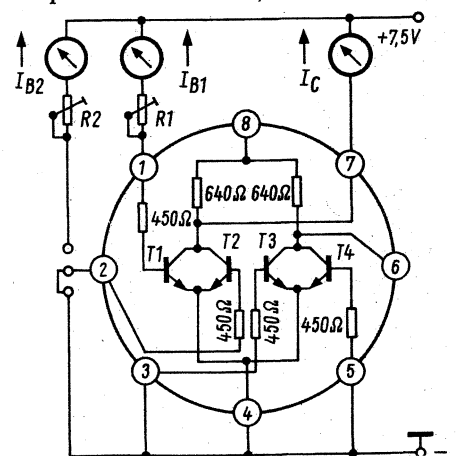

Bild 2. Prüfschaltung zum Aufnehmen der wichtigsten Kenndaten
Man kann die Transistoren T 1 bis T 4, wenn man sie einzeln untersucht, wie npn-Siliziumtransistoren behandeln. Die wichtigsten Kenndaten und Kennlinien kann man daher mit der Prüfschaltung Bild 2 ermitteln. Wird beispielsweise der Transistor T 1 untersucht, so sind alle Basisanschlüsse der übrigen Transistoren auf Emitterpotential zu bringen. In unserem Beispiel wurde für den Transistor T 1 ein Kollektorstrom von  $I_C = 10 \text{ mA}$  bei einem Basisstrom von  $I_{B1} = 0,08 \text{ mA}$  ermittelt. Hieraus ergibt sich eine Stromverstärkung für T 1 von
In der Prüfschaltung (Bild 2) kann man die beiden Transistoren T 1 und T 2 auch über die mit den veränderlichen Widerständen R 1 und R 2 einstellbaren Basisströme  $I_{B1}$  und  $I_{B2}$  gleichzeitig betreiben. Diese Basisströme lassen in T 1 und T 2 Kollektorströme von der Größe  $I_{C1}$  und  $I_{C2}$  entstehen. Sie addieren sich dann, wie meßtechnisch nachgeprüft werden kann, am gemeinsamen Verknüpfungspunkt (7) nach der 1. Kirchhoff-Regel. Für den Summenstrom gilt dann
Bild 2 betrifft Silizium-Fotobaelemente, also Silizium-Fotoelemente, Silizium-Fototransistoren und Silizium-Fotodioden wie auch Silizium-Fotothyristoren. Die Maxima der Empfindlichkeit liegen hier bei etwa  $850 \text{ nm}$ , d. h. bereits im Infrarotbereich.